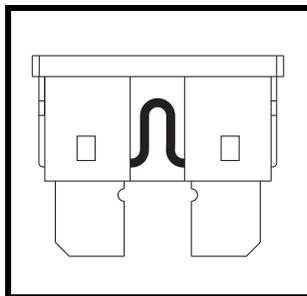

Abb. 24. Betriebsfähige Sicherung
- Sicherung auf Durchbrennen überprüfen. **Siehe Abb. 24 und 24A.**